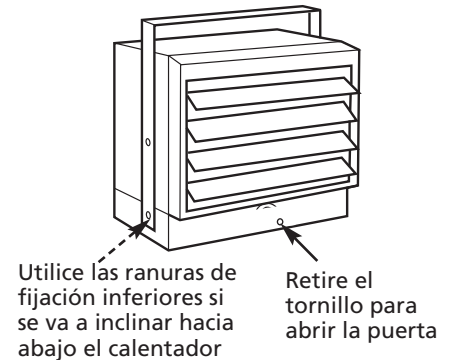

Figura 5
- Si se va a inclinar el calentador, éste debe situarse en las ranuras de fijación (consulte la Figura 5).
2. Inclinación de la unidad – Afloje los tornillos del soporte, incline el calentador a la posición deseada, y vuelva a apretar los tornillos del soporte (consulte la Figura 5).